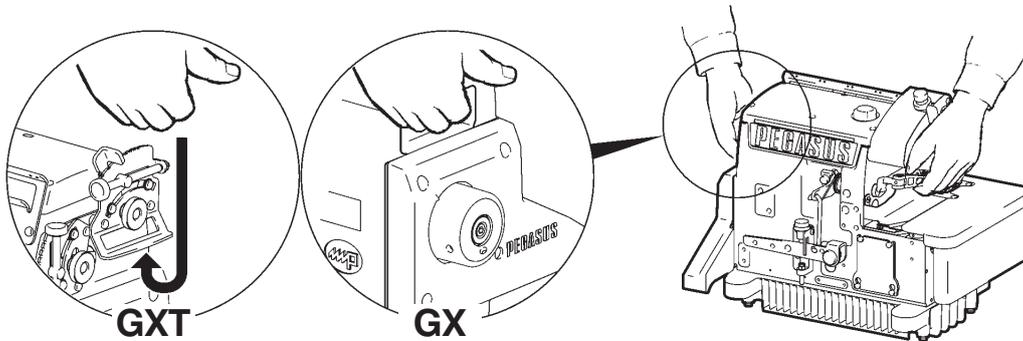

Fig.3
2. Pour porter la machine, tenez de la main droite la poignée située au-dessus du couvercle de la courroie et de la main gauche la barre de pression. (fig. 3)